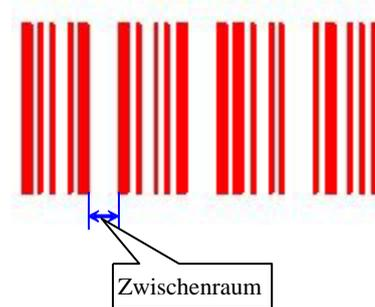

Abbildung 4-17 Abstand der Zeichen
bedeutet in der Mitte des Textes eine Überlagerung mit einer Kurve, wie in Abb. 4-17.
Abb. 4-17 mittlere Anordnung
**Abstand zwischen den Zeichen:** Bei einigen Barcodes ist ein Abstand zwischen den Zeichen vorgeschrieben. (z.B. Code 39) Dieser Parameter wird verwendet, um dies einzustellen, wie Abbildung 4-17 zeigt.